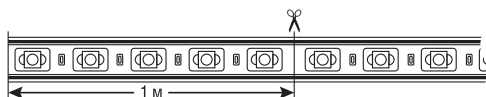
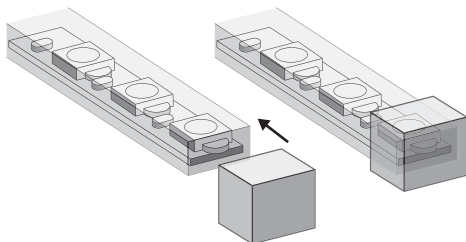

Рис. 2. Разрезание светодиодной ленты.
Рис. 3. Установка заглушки на светодиодную ленту.
- **Разрезание светодиодной ленты на участки.** Светодиодную ленту NLS-3528-IP67-220V можно разрезать на участки, кратные одному сегменту, длина которого равна 1 м. Разрез необходимо производить строго посередине участка, соединяющего смежные сегменты, см. Рис.2. В месте разреза ленты пропущен сегмент гибкой печатной платы. На окончаниях участков светодиодной ленты, к которым не планируется производить какие-либо подключения, необходимо установить заглушки NLS-cup-3528-220 для ленты 3528-IP67-220, Рис.3. **Внимание!** При установке заглушки необходимо использовать герметик, чтобы обеспечить должную герметичность в месте соединения.